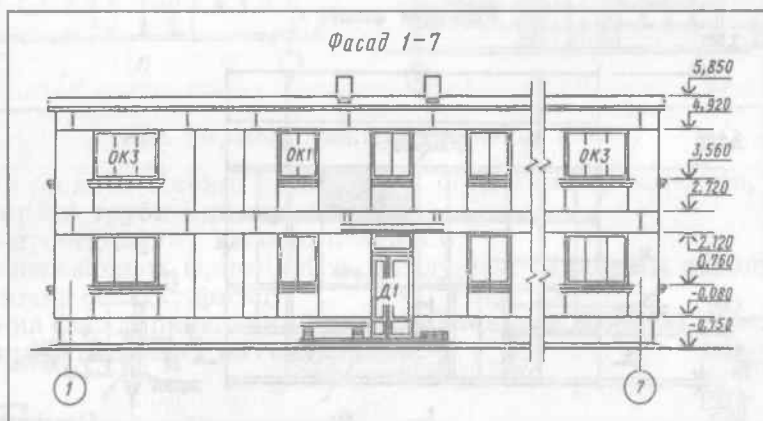
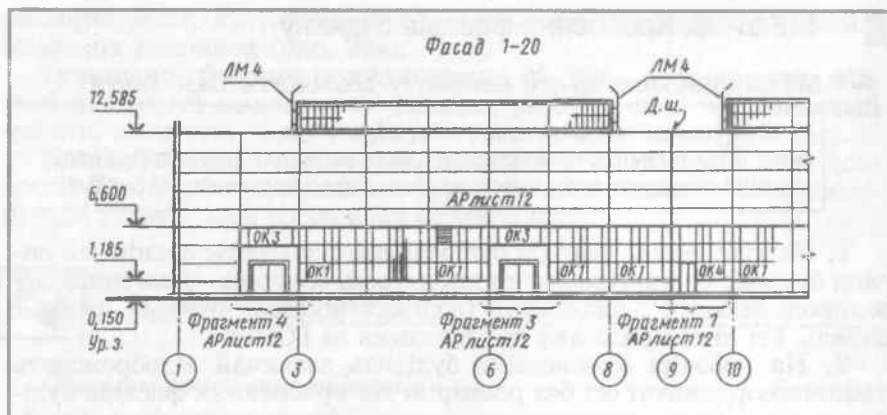

Рис. 26. Креслення фасаду промислової будівлі
Рис. 27. Фасад виробничої будівлі
2. На робочих кресленнях будівель зазвичай відображають крайні координатні осі без розмірів. На кресленнях фасадів будівель справа і зліва проставляють висотні позначки рівня землі, цоколя, низу і верха прорізів, карниза і верха покрівлі. Фасад називають по крайніх координатних осях, наприклад, фасад 1-7 (рис. 26), або по одній осі, наприклад, фасад по осі А (рис. 27).